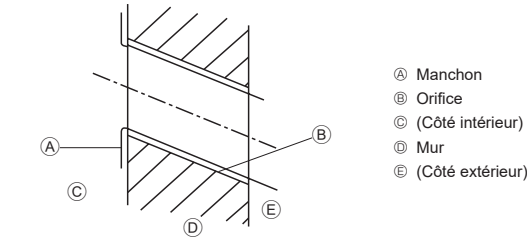

Fig. 3-3
- ① Orifice central
3.2.2. Forage de l'orifice des tuyaux (Fig. 3-3)